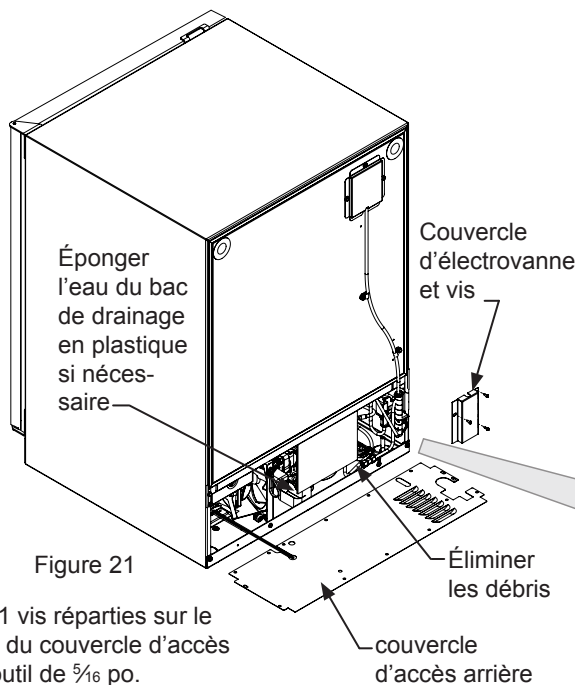

Figure 21
17. Ôtez le couvercle d'électrovanne et ses trois vis (Voyez la Figure 21). Enlevez le couvercle d'accès arrière (Voyez la Figure 21), et utilisez une brosse et un aspirateur pour éliminer la saleté et les débris du compartiment de la machine.